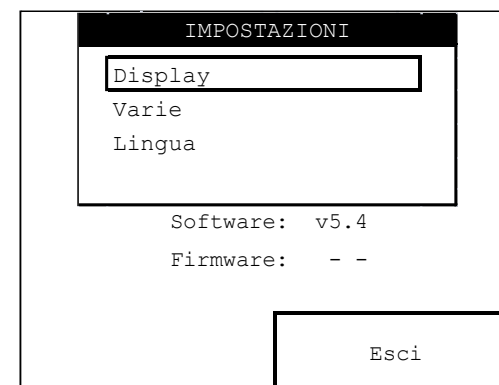

Fig.5
1. premere il tasto funzione relativo al pulsante IMPOSTAZIONI in corrispondenza della schermata di fig. 3 ; compare la schermata principale del pulsante IMPOSTAZIONI (vedi fig. 5)
1. Ruotare la manopola encoder in corrispondenza della schermata principale del pulsante IMPOSTAZIONI fino a posizionare il cursore sul menù DISPLAY (vedi fig. 5);
1. Ruotare la manopola encoder in corrispondenza della schermata principale del pulsante IMPOSTAZIONI fino a posizionare il cursore sul menù VARIE (fig. 5)
1. Ruotare la manopola encoder in corrispondenza della schermata principale del pulsante IMPOSTAZIONI fino a posizionare il cursore sul menù LINGUA (vedi fig. 5)